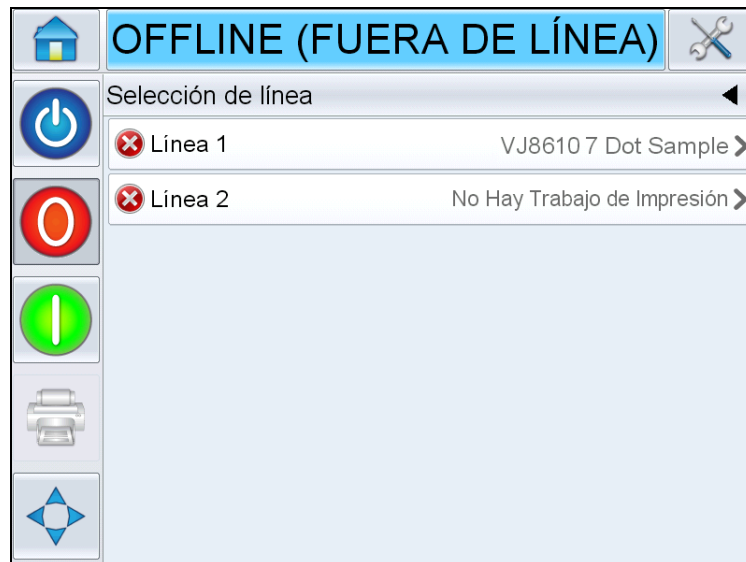

Figura 6-20: Página Selección de línea
- 4 Aparecerá de nuevo la página *Selección de línea* (consulte la Figura 6-20).